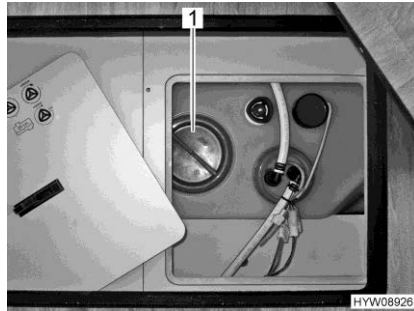

Fig. 188 Apertura per la pulizia (serbatoio dell'acqua)
- Staccare il coperchio (Fig. 188,1) del serbatoio dell'acqua.